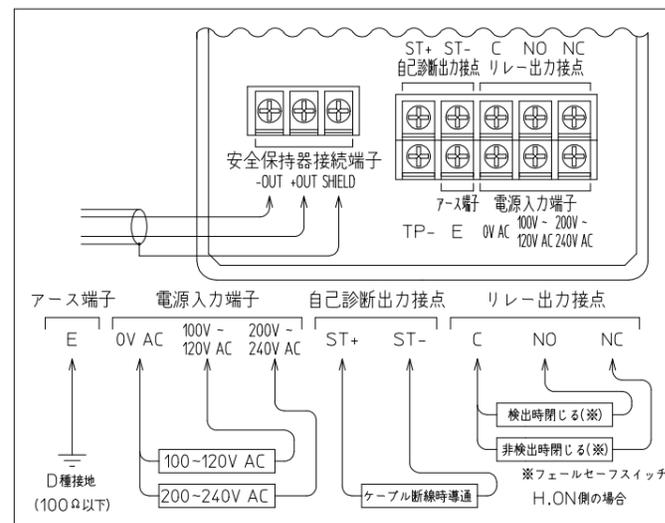

Fig. 6-1
6.1 変換器への結線はFig. 6-1のように行ってください。